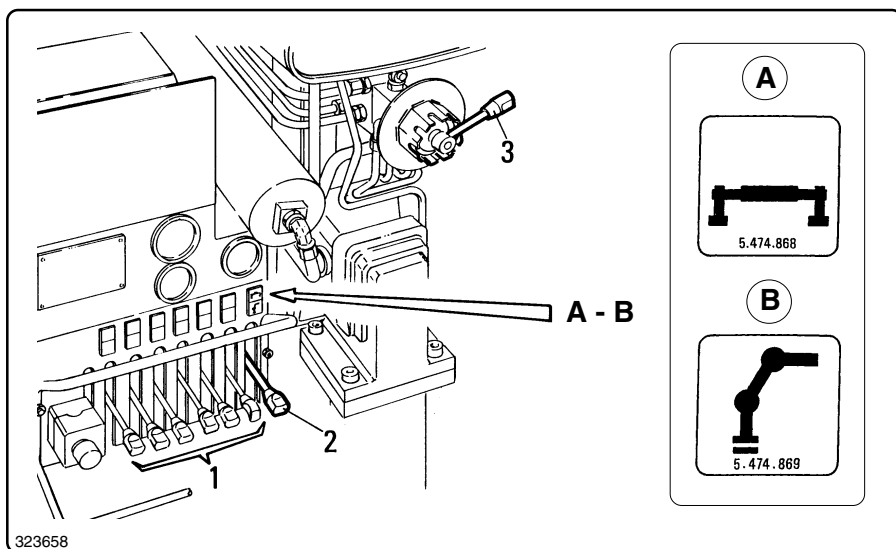

fig. 6.8.1
Collocare la leva "2" fig. 6.8.1 in posizione centrale "B" come rappresentato in figura.
*Turn lever "2" fig. 6.8.1 to centre position "B", as shown in the figure.*